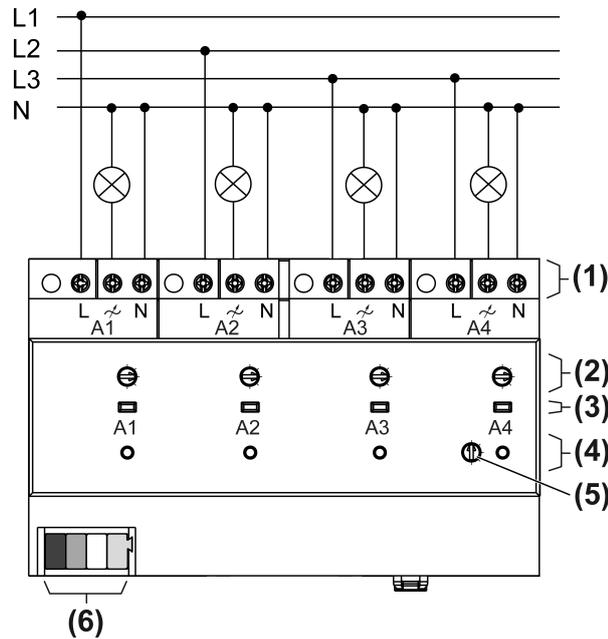

Imagen 2: Ejemplo de conexión - salidas
- Conectar las cargas según el ejemplo de conexión (Imagen 2)